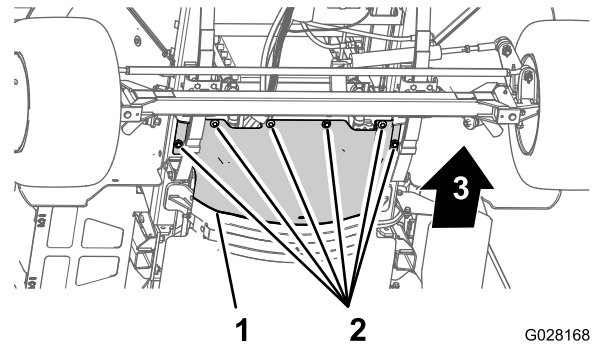

Figure 61
3. Retirez les 6 boulons à tête hexagonale et les 6 rondelles qui fixent l'écran pare-chaueur avant au châssis et déposez l'écran (Figure 61).